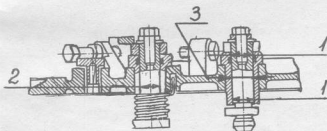

Рис. 2. Крышка регулятора верхняя в сборе
2. Крышка регулятора верхняя (Рис. 2)